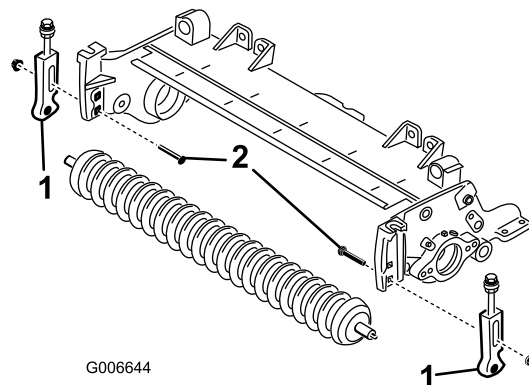

Bild 4
5. Nehmen Sie die Schlosssschrauben und Muttern ab, mit denen die Schnitthöhenhalterungen an den Seitenplatten der Schneideinheit befestigt sind (Bild 4).
7. Nehmen Sie die Schnitthöhenhalterungen und die vordere Rolle von den Seitenplatten der Schneideinheit ab (Bild 4).